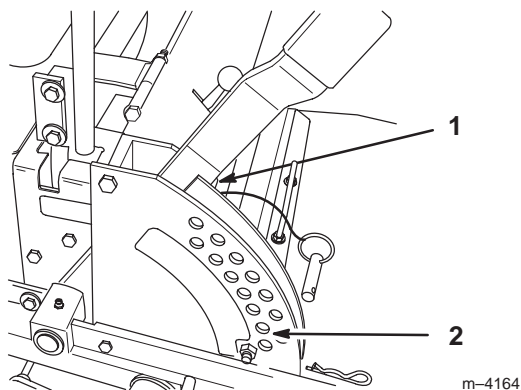

Figure 63
- Relevez le plateau de coupe en position de transport et détendez les deux grands ressorts de levage du plateau en desserrant l'écrou situé devant chaque ressort (Fig. 63).
- Placez deux cales de 38 mm d'épaisseur sous le bord inférieur arrière gauche et droit de la tondeuse. Placez une cale de 57 mm sous le bord inférieur central avant de la tondeuse. Sélectionnez la hauteur de coupe de 51 mm (Fig. 63).
- Déplacez le levier de relevage du plateau de coupe à la position de transport (Fig. 63).